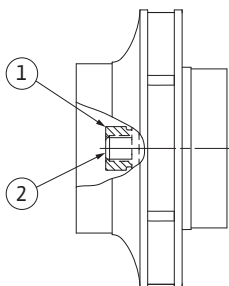

Fig.53: Prawidłowe położenie nakrętki wirnika po montażu
29. Przytrzymać wał (patrz czynność 24) i dokręcić nakrętkę wirnika zalecanym momentem dociągającym (patrz wykaz „Tab. 11: Momenty dociągające śrub” na stronie 176). Nakrętka (rys. 53, poz. 1) musi się znajdować równo z końcem wału (rys. 53, poz. 2) $\pm 0,5$ mm. Jeżeli tak nie jest, odkręcić nakrętkę i powtórzyć czynności 25 do 29.